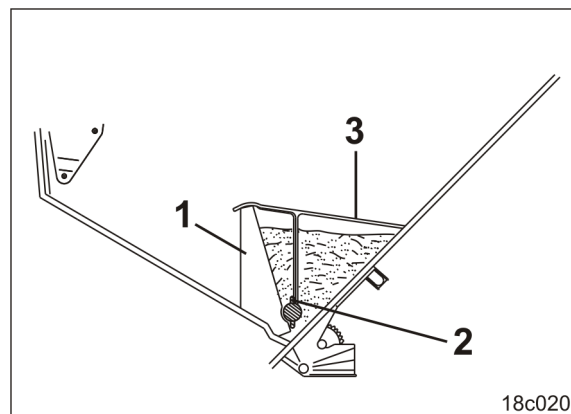
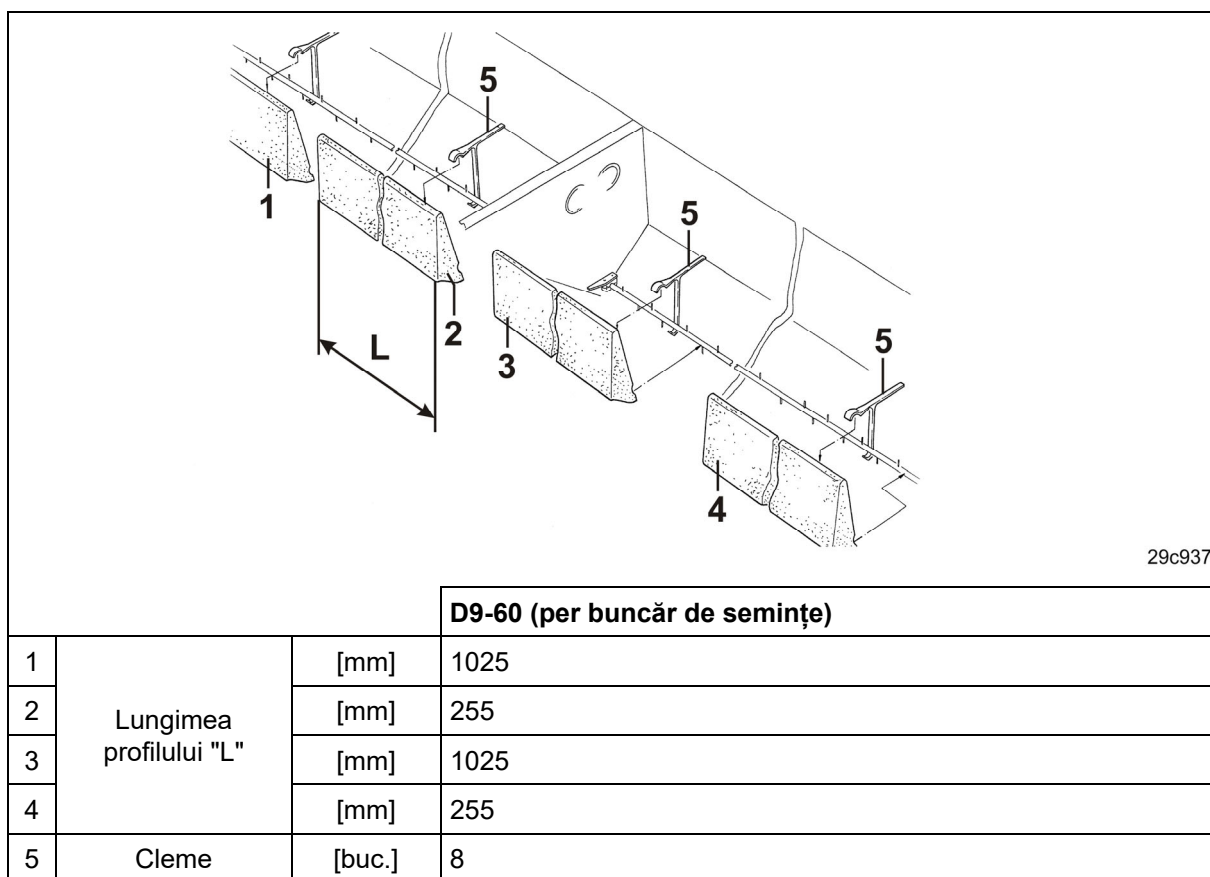

Fig. 117
Fig. 118
2. Poziționați degetele axului agitator (Fig. 117/2) vertical.
3. Fixați separatoarele pentru rapiță (Fig. 117/1) cu clemele (Fig. 117/3) în buncărul de semințe [vezi desenul de montaj (Fig. 118)].